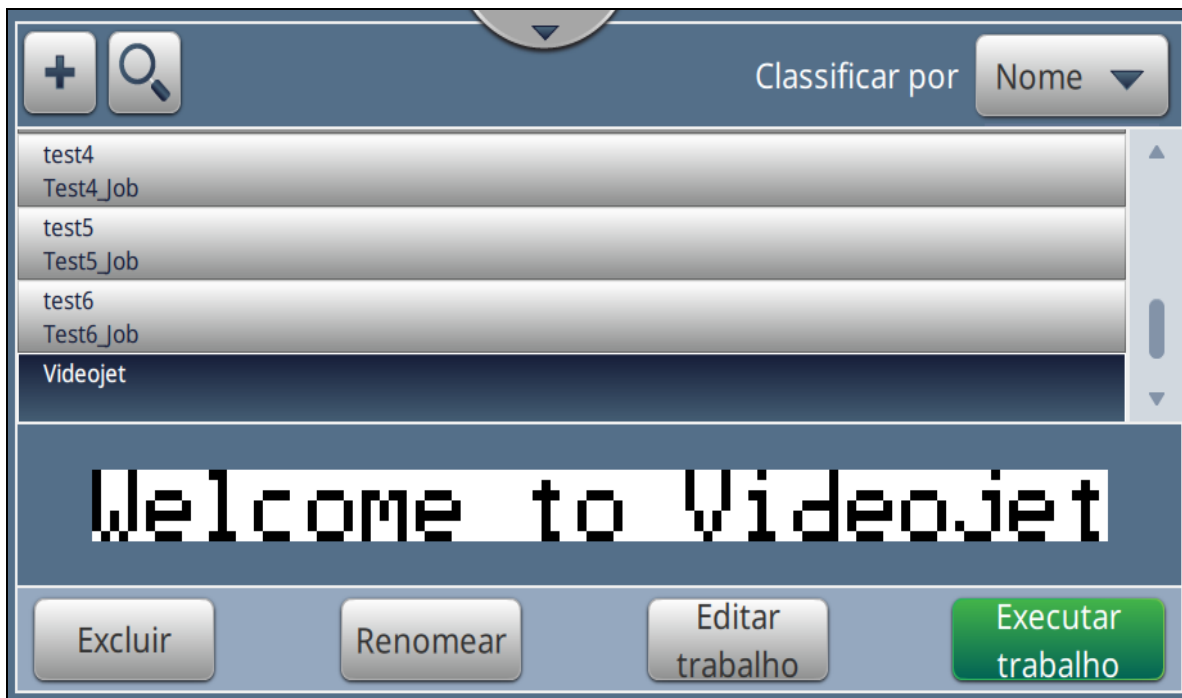

Figura 5-1: Tela Lista de trabalhos
1. Toque o botão  para abrir a tela Lista de trabalhos, como mostra a Figura 5-1.